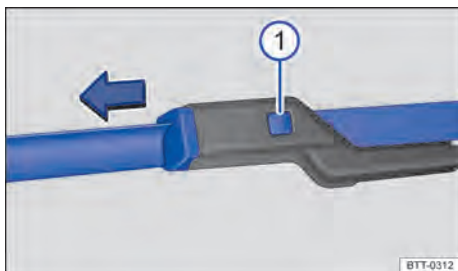

Fig. 126 Substituir as palhetas dos limpadores do para-brisa.
- Manter o botão de destravamento → Fig. 126 ❶ pressionado e, ao mesmo tempo, retirar a palheta do limpador do para-brisa no sentido da seta.